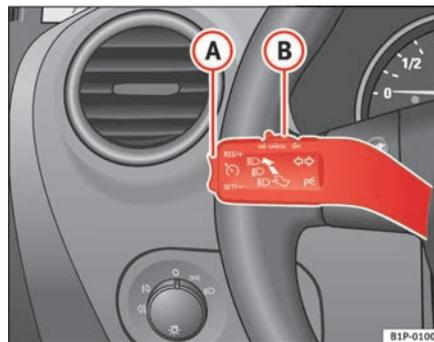

Fig. 126 Levier des clignotants et de l'inverseur-codes : contacteur et touche à bascule pour le régulateur de vitesse
- Déplacez la commande ⇒ fig. 126 **(B)** vers la gauche pour la régler sur **ON**.